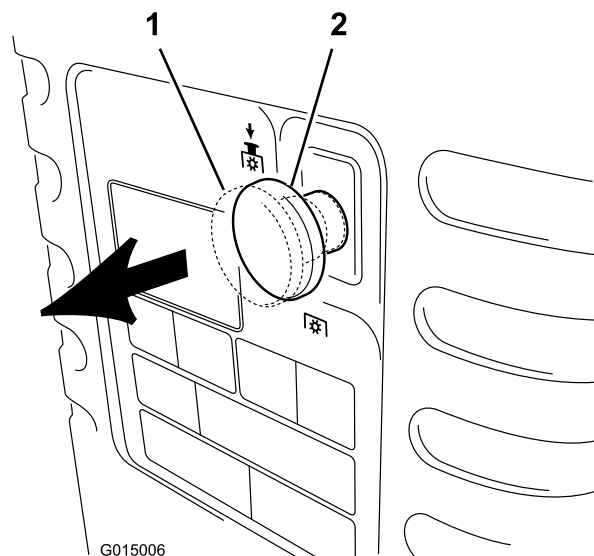

Figure 8
2. Tirez le bouton de commande des lames (PDF) en position engagée (Figure 8).
2. Poussez la commande de lame (PDF) en position "Désengagée" (Figure 8).